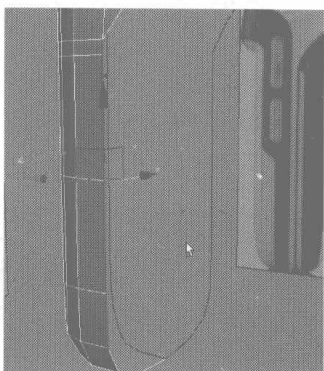
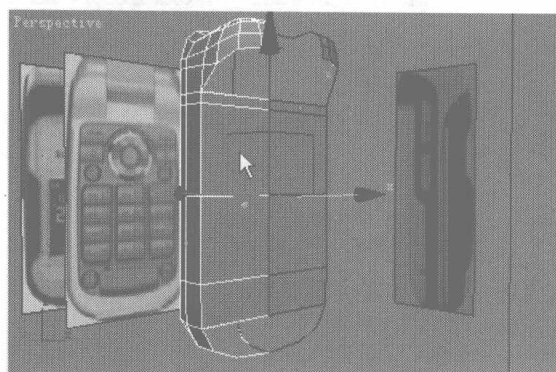

图 4.244
图 4.245
- 06** 选择如图 4.244 所示的边线, 沿 X 轴向右拉伸出一个面, 并用缩放工具将其平行缩放, 如图 4.245 所示。